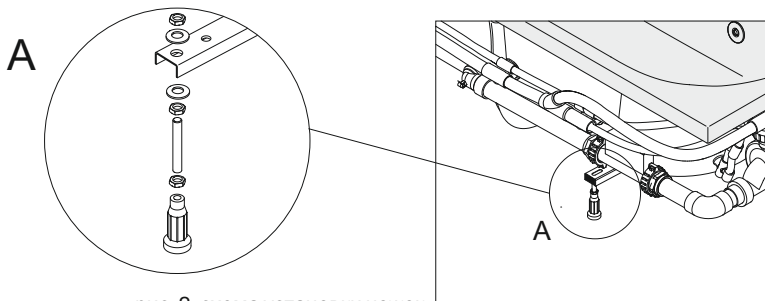

рис. 2, схема установки ножек
- Вместе с ванной поставляется несущая металлическая рама с 4-мя или большим количеством регулируемых ножек. Регулируемые ножки поставляются отдельно, в зависимости от способа упаковки. Ножки следует установить, если это необходимо (см. рис. 2, схема установки ножек). При наличии регулируемых ножек удостоверьтесь, что ванна должным образом выровнена и находится на нужной высоте, после чего не забудьте затянуть контргайки. Убедитесь, что все ножки надежно стоят на полу.